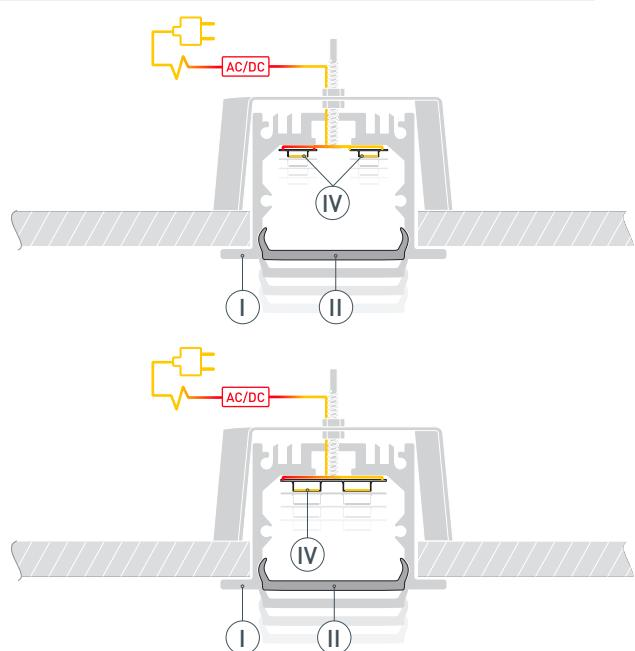

Рис. 3. Профиль **I** с использованием светодиодной ленты **IV** от 17 мм до 23 мм
- 4 / Перед приклеиванием светодиодных лент рекомендуется обезжирить поверхность профиля **I**. Площадка для установки светодиодных лент позволяет использовать одну ленту шириной от 17 мм до 23 мм и мощностью до 39,4 Вт/м, как показано на рис. 3, или две ленты шириной до 7 мм и мощностью 19,7 Вт/м каждая. Установите и подключите светодиодные ленты **IV** к источнику питания, строго соблюдая полярность, обозначенную на платах светодиодных лент **IV**. Максимально допустимая для подключения длина отрезка светодиодной ленты указана в инструкции к светодиодной ленте. Для обеспечения равномерного свечения ленты по всей длине рекомендуется подавать питание на светодиодную ленту с двух сторон. Затем установите экран **II**.